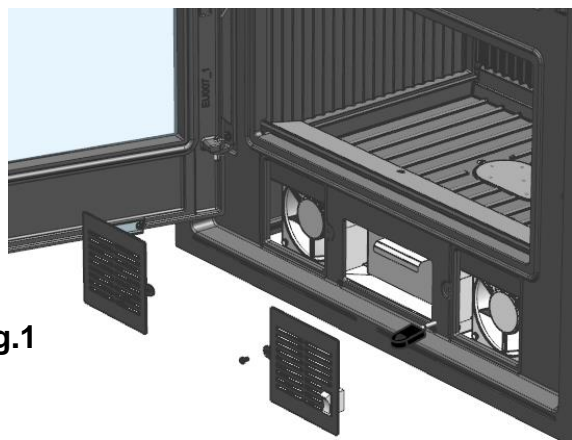

Fig.1
1. Ouvrez la porte du cendrier et enlever les grilles de ventilation, qui sont fixés avec deux vis. (Fig. 1)